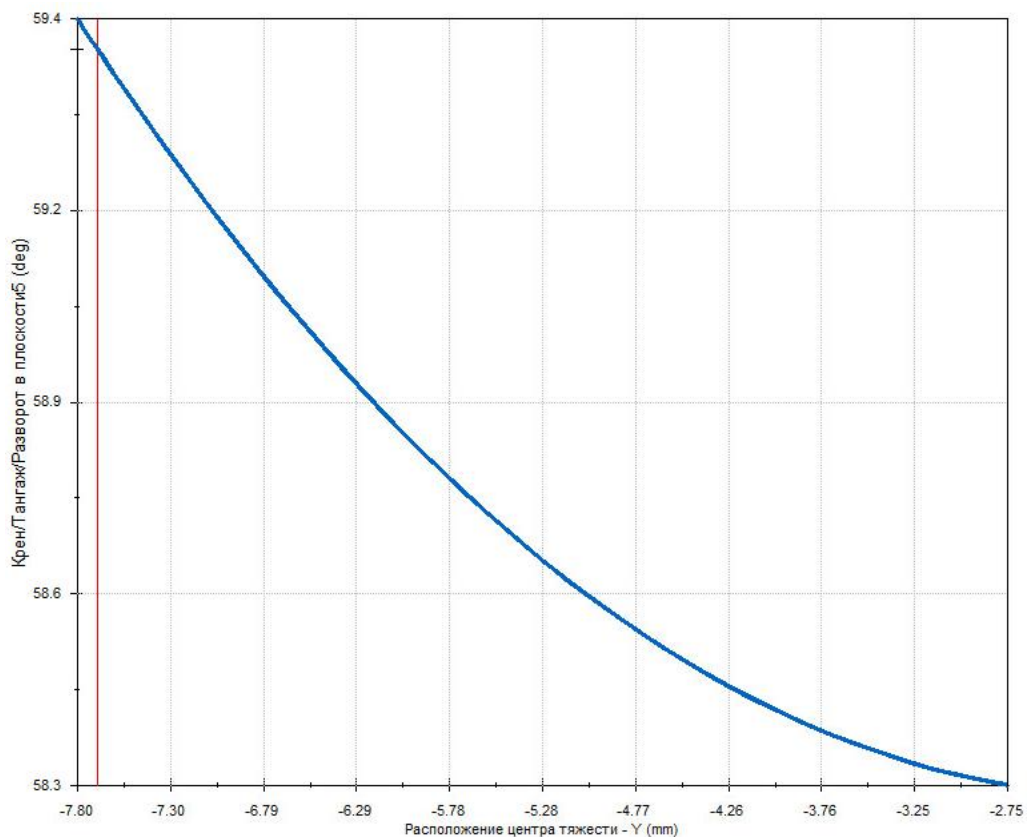

Рис. 8. Графічна залежність **Toe angle** від вертикального переміщення центра маси колеса.
- Редагуйте останню епюру, в полі «**Эпюра результата**» вибрати «**Новый результат**», вибрати категорію «**Перемещение/Скорость/Ускорение**» та під категорію «**Позиция центра тяжести**», визначити «**Y – составляющая**» для «**Позиция центра тяжести**» (див. рис.7). В якості грані деталі для результату виберіть ту саму грань, що для першої епюри. Графік залежності **Toe angle** від вертикального переміщення центра маси колеса відображений на рис.8.